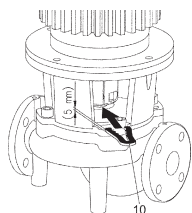

Fig. 13: Встановлення монтажної вилки
10. Між ліхтарем і муфтою вставити монтажну вилку (Fig. 13., поз. 10). Монтажну вилку слід вставити без зазору.
13. Між ліхтарем і муфтою вставити монтажну вилку (Fig. 13., поз. 10). Монтажну вилку слід вставити без зазору.